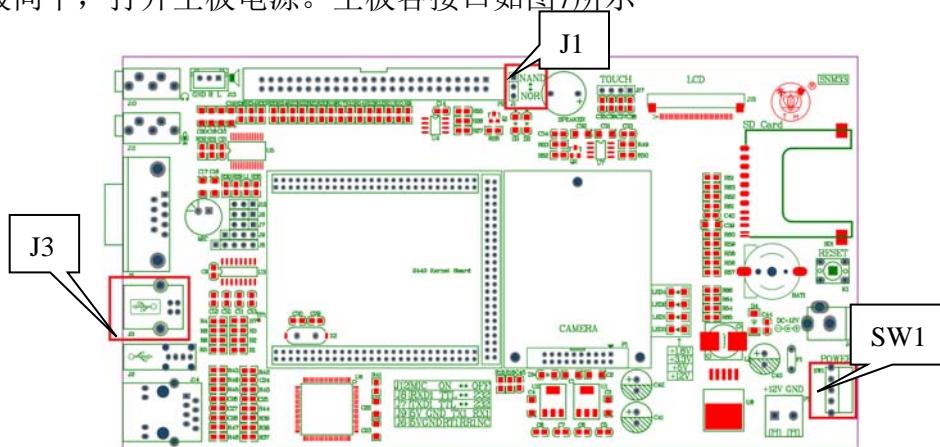

图7 ARM主板
① ARM主板的【SW1】拨向上，关闭ARM主板电源。将主板的【J1】处短路帽短接到【NOR】一侧，用USB线的方口端接到主板的【J3】口，USB线另一端连接到PC机上，【SW1】拨向下，打开主板电源。主板各接口如图7所示